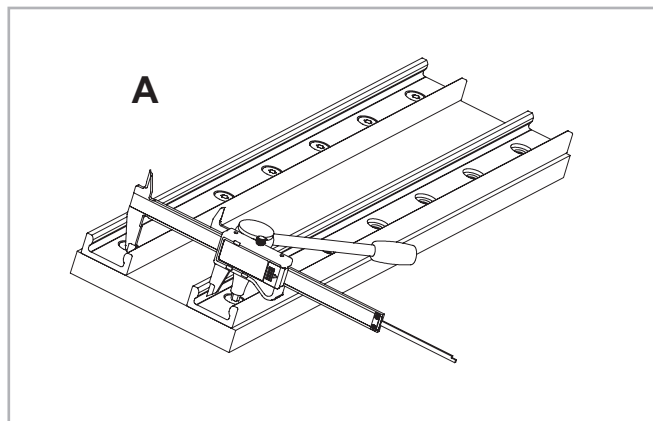

Рис. 72
(1) Удалить стружку и загрязнения с монтажных поверхностей, смонтировать первую из направляющих в соответствии с указаниями, приведёнными в разделе "Монтаж направляющей";
(2) Прикрепить вторую направляющую, используя крепежные отверстия только по середине и на концах направляющей. Затянуть винты на конце "А" (рис. 72) и измерить расстояние между рабочими поверхностями (дорожками качения) обеих направляющих;